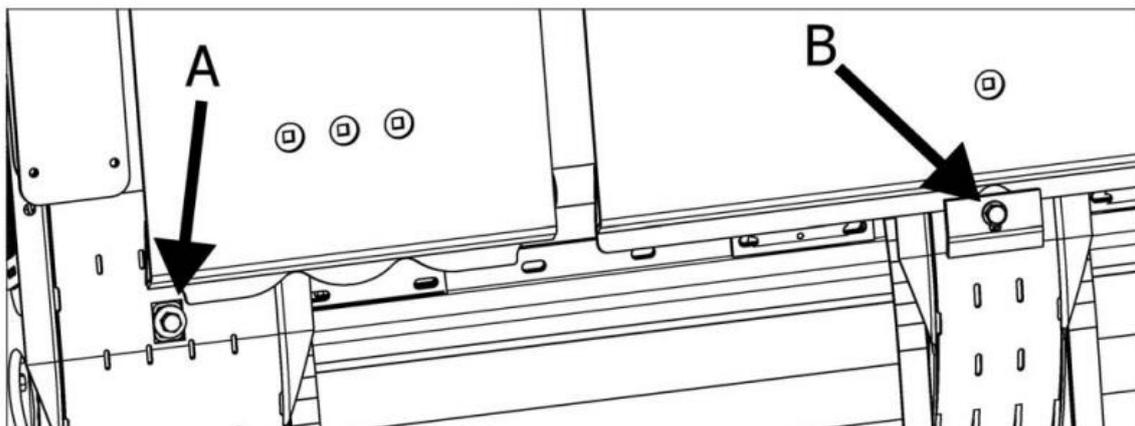

FIG.3
3. Blockieren Sie alle Arme und Mittelschienen durch Schrauben und Platten. Blockieren Sie seitlich nur die Arme durch Schrauben, und lassen Sie die beiden äußeren Schienen frei (ABB. 3).